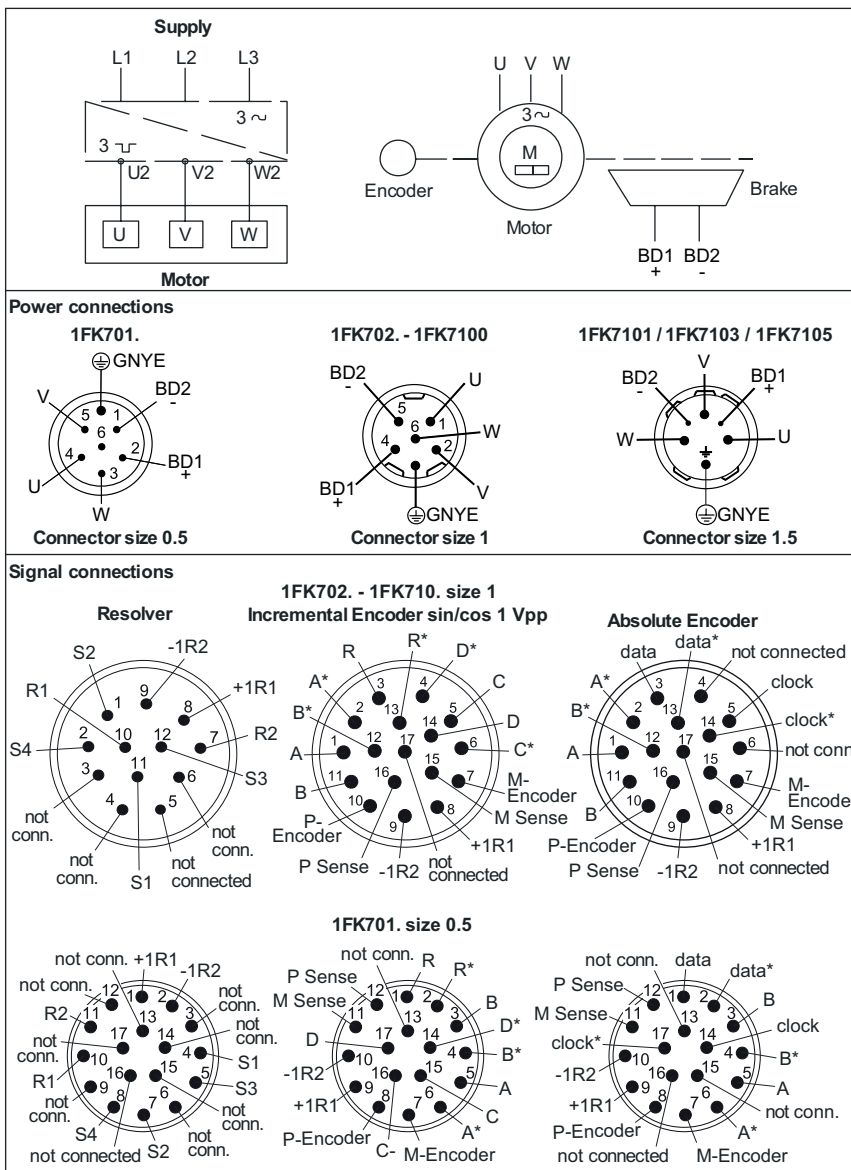

Fig. 5 Collegamenti e assegnazione dei pin dei connettori
- Osservare i dati della targhetta (capitolo 3.1) e le indicazioni degli schemi elettrici (Fig. 5).
2. Effettuare la piedinatura dei connettori come da Fig. 5. Collegare il conduttore di protezione.
3. Collegare il freno tramite il connettore di alimentazione come da Fig. 5. La polarità deve essere rispettata.
2. Effettuare la piedinatura dei connettori come da Fig. 5.
Applicare sui Pins +BD1, -BD2 (Fig. 5) 24 V DC $\pm 10\%$ e verificare la corsa libera del rotore (nessun rumore di abrasione).